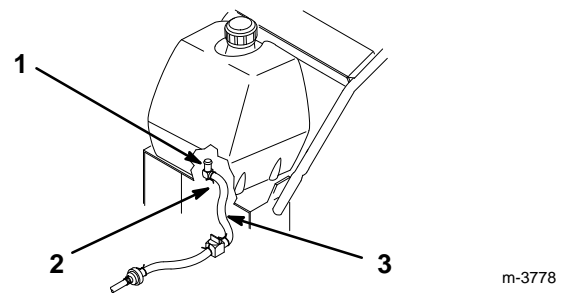

Figure 11
- Enfoncer la conduite d'alimentation sur le raccord du réservoir et la fixer à l'aide d'un collier (Fig. 11).